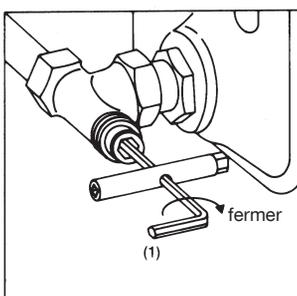

Fig. 1
- 1.2 Fermer le clapet à l'aide de la clé à six pans (clé de 4) (1) en la tournant vers la droite (fig. 1).